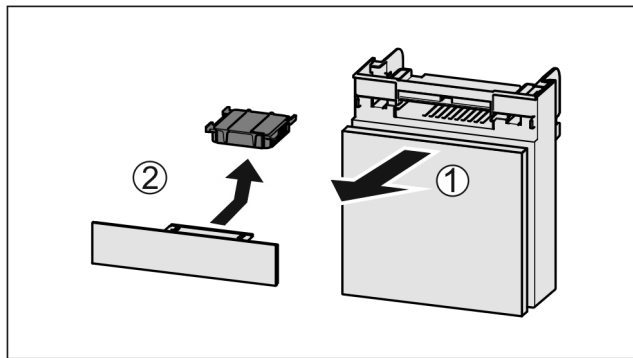

Fig. 263
- Pretinac izvucite Fig. 263 (1) prema naprijed.
- Izvadite filtara s aktivnim ugljenom Fig. 263 (2).